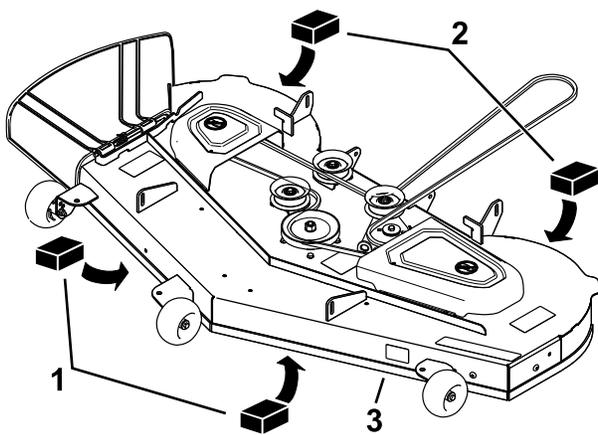

Figura 60
3. Coloque dos bloques de 6.6 cm (2 5/8") de grosor debajo de cada lado del borde delantero de la carcasa, pero no debajo de los soportes de los rodillos protectores del césped (Figura 60).
4. Coloque dos bloques de 7.3 cm (2 7/8") de grosor debajo del borde trasero del faldón de la carcasa de corte, uno en cada lado de la carcasa de corte (Figura 60).